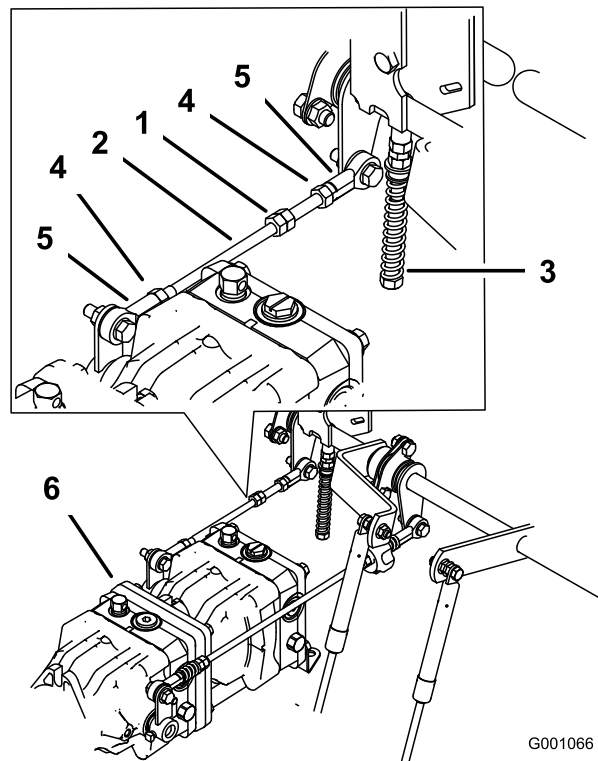

Bild 70
1. Lockern Sie die Sicherungsmuttern an den Kugelgelenken der Pumpensteuerungsstange (Bild 70).
3. Stellen Sie die Länge der Pumpenstange ein, indem Sie die Doppelmuttern an der Stange so weit in die entsprechende Richtung drehen, bis das Rad stillsteht oder sich leicht zurückdreht (Bild 70).
6. Ziehen Sie die Klemmmuttern an den Kugelgelenken fest (Bild 70).